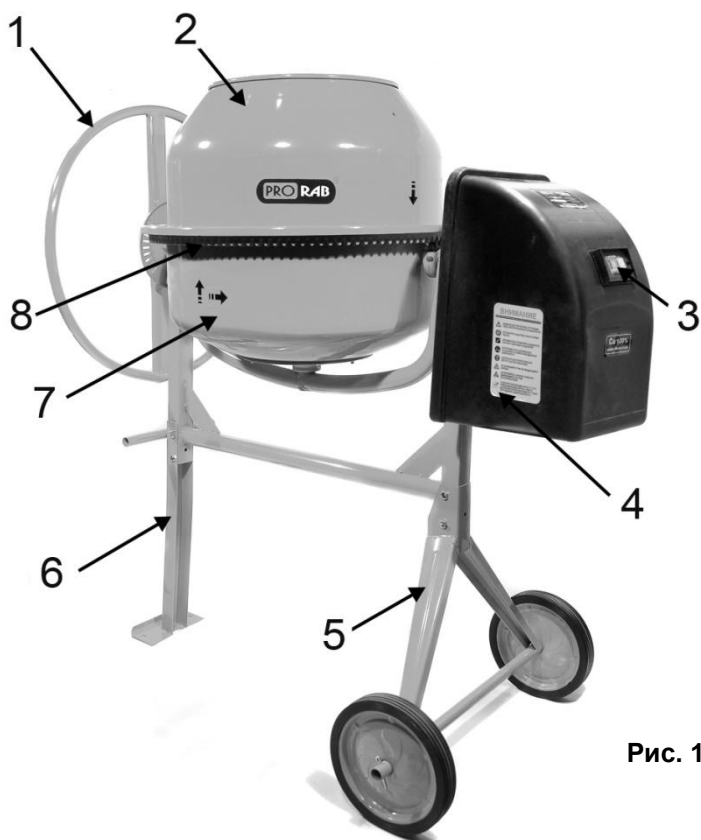

Рис. 1
- Наденьте на стойку оси (5)(См. Рис.1) колеса. И зафиксируйте их с помощью стопоров - шплинтов
- Поместив верхний барабан (2)(См. Рис.1) на обод нижнего барабана (7)(См. Рис.1), убедитесь в совпадении пазов и стрелок, и свободном вращении лопастей внутри барабана.
- Трансмиссия бетоносмесителя закрыта защитным кожухом (4) (См. Рис.1)
2. Нажмите на зеленую кнопку включения (3)(См. Рис.1), расположенную сбоку на защитном кожухе электродвигателя.
3. Для отключения – нажмите на красную кнопку (3)(См. Рис.1).
- Наклон и позиция барабана фиксируется с помощью колеса (1)(См. Рис.1) на боковой его части. Барабан зажимается в определенном положении посредством специального рычага на колесе. Переворачивать барабан можно, если он зафиксирован с помощью ножной педали. Для того, чтобы поставить барабан в фиксированную позицию, ослабьте педаль и вращайте колесо пока положение не зафиксируется.